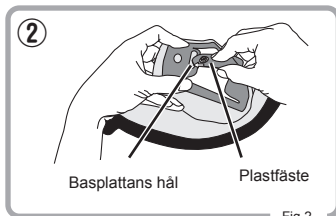

Fig.2
- 2 Sätt in plastbasen i basplattans hål på kindvadderingen som visas i Fig.2.